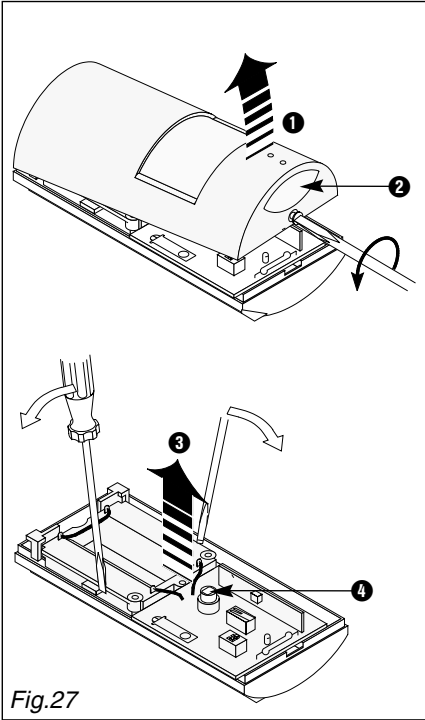

Fig.27
#### 3.4.3.1 Ouverture du boîtier (fig. 27)
- 1- Ouvrez le détecteur comme indiqué à la fig. 27 ①.
- Ne pas appuyer sur la fenêtre "Look-down" ② !
- Ne touchez pas le pyrocapteur ④ !
- 2- Extraire la carte électronique avec un petit tournevis du fond du détecteur sur le support de batterie, conformément à la fig. 27 ③.